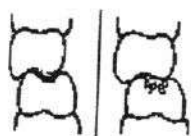

Рис. 5
2. На опорных зубах в местах фиссур и ямок турбинным бором сделайте канавки шириной равной ширине стекловолоконна, глубиной 1,5- 2 мм. Если опорные зубы интактны, иссечение тканей проводите минимально, желательно в пределах эмали. Иногда целесообразно слегка сошлифовать выраженные бугры зубов – антагонистов для того, чтобы при минимальной глубине препаровки вся арматура с лежащим сверху композитом поместилась в отпрепарированной полости без превышения прикуса (рис. 5).